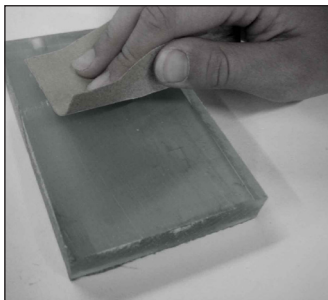

Abb.: 40
2.9.1. Wir ziehen nun auf einer Seite des Acrylglases die Schutzfolie ab und rauhen die Oberfläche gleichmäßig auf. Das geht etwas einfacher, wenn man sich das Schleifpapier auf ein ebenes Holzstück klebt und damit gleichmäßig in der Längsrichtung schleift. Es ist auch möglich, das Acrylglas auf beiden Seiten aufzurauhnen (Abb.: 40).